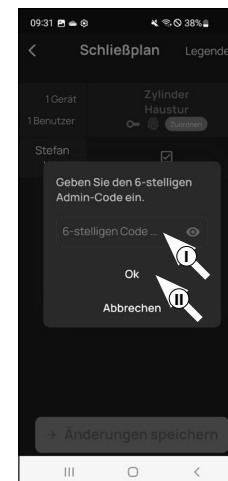

Abb. 5
- 6 Vous êtes prié de vous authentifier avec votre code administrateur. Entrez-le et confirmez par « OK » (Fig. 5).